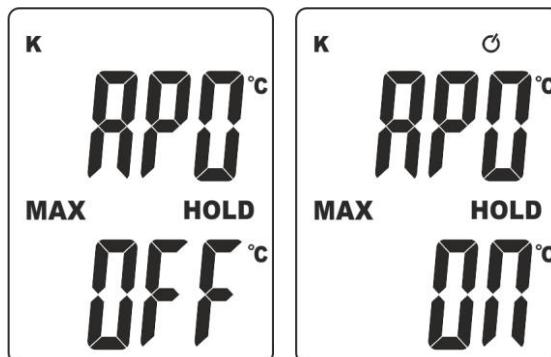

Fig. 4: Disabilitazione/attivazione Auto Power OFF
- Premere a lungo (>1s) il tasto **ON/OFF**. Il messaggio "APO OFF" appare a display per un istante (vedere Fig. 4 – parte sinistra) e il simbolo "⌚" scompare a display
- Ripetere le stesse operazioni dei punti 1 e 2 per attivare la funzione con messaggio "APO ON" a display (vedere Fig. 4 – parte destra) oppure spegnere e riaccendere lo strumento per riattivarla automaticamente